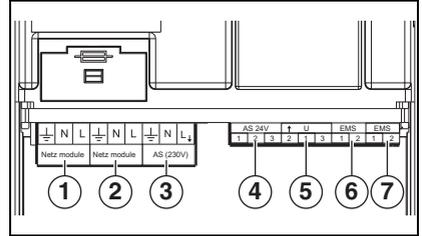
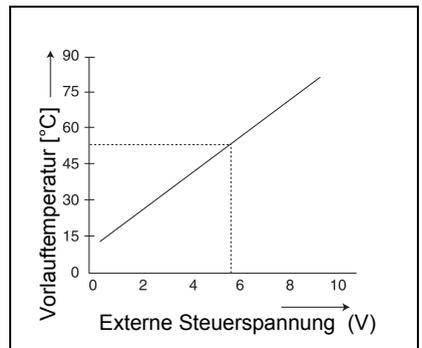

Bild 2 Anschlüsse
Bild 3 0-10 V Diagramm
- a) Montage im Regelgerät (→ Bild 2 bis 4, Seite 45).
- ▶ Schließen Sie den EMS-Anschluss (→ Bild 2, [6]) des EM10 mit einem 2-adrigen Kabel am RC- (oder ) Anschluss des Heizgeräts an (eventuell parallel am Temperaturregler).
- a) Der AS 24V-Anschluss (→ Bild 2, [4]), hierbei handelt es sich um einen potenzialfreien Schaltkontakt für Niederspannungssignale bis zu 24 V. Dieses Störungssignal kann beispielsweise von einem Gebäudeleitsystems ausgelesen werden.
- b) Der AS 230V-Anschluss (→ Bild 2, [3]), hiermit kann beispielsweise eine Hupe oder eine Alarmlampe gesteuert werden. Im Falle einer Störung steht dieser Anschluss unter 230 VAC-Spannung.
Das EM10 kann als Schnittstelle zwischen der Regelung und zum Beispiel einem Gebäudeleitsystem verwendet werden. Mit Hilfe eines 0-10 VDC-Signals (→ Bild 2, [5]) ist eine Steuerung nach Vorlauftemperatur oder Leistung möglich (→ Bild 3).
Diese Regelung wird aktiviert, indem Sie Klemme 1 und 3 überbrücken (→ Bild 2, [5]) und den Schaltplan auf Seite 46). Das EM10 gibt über das 0-10 V Signal der Regelung eine prozentuale Leistung vor (→ Tab. 2). Hierbei handelt es sich um ein lineares Verhältnis, → Tab. 2.
- ▶ Schließen Sie den 230 VAC-Netzanschluss an (→ Bild 2, [1] und Bild 4, [1]).